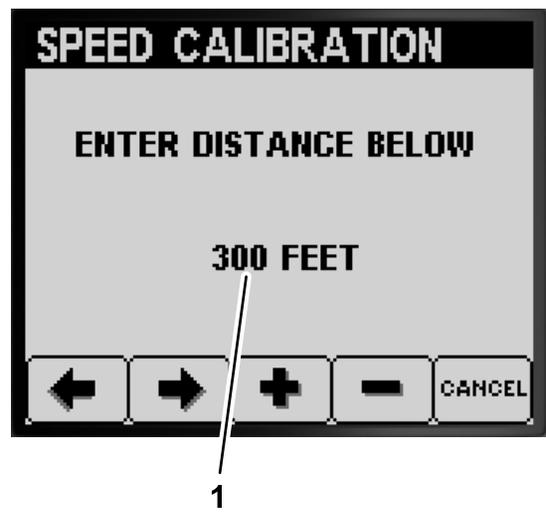

图 65
9. 进入 InfoCenter 信息中心使用 3 号或 4 号按钮更改输入的距离值然后按 2 号按钮图 65。